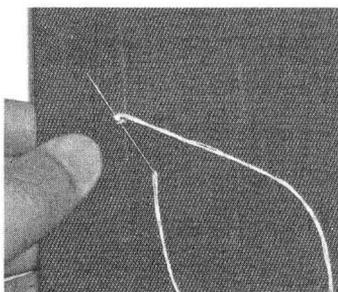
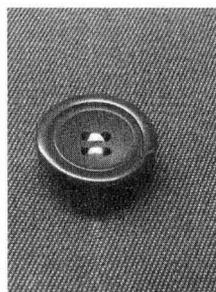

图 1-37
图 1-38
(4) 针由正面穿入反面，打结后针从交叉处穿入夹层内剪断，如图1-37所示；钮扣钉结束后，如图1-38所示。